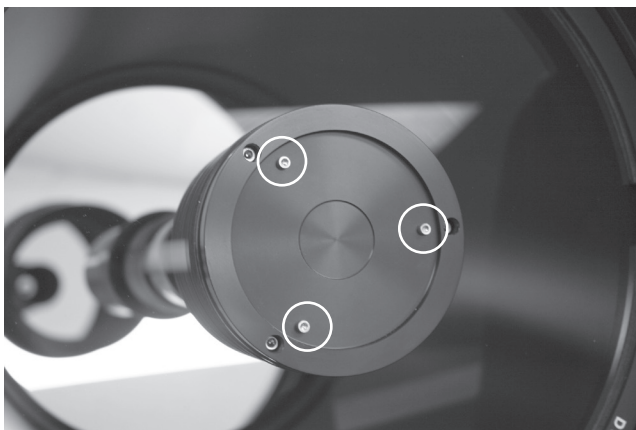

Abb. 15. Kollimationsschrauben
- a. Die einzigen Einstellmöglichkeiten oder erforderlichen Justierungen bei den Advanced Coma-Free Teleskopen LX600 ACF-Modellen erfolgen über die drei Schrauben (wie in Abb. 15 dargestellt).